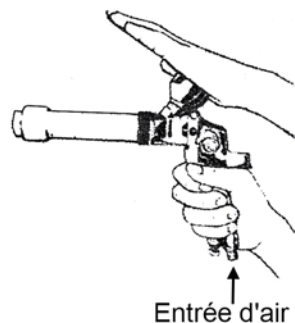

Fig. 2
1. Retirez le réservoir de poudre (A). Remettez le couvercle du réservoir et serrez-le pour garder la poudre sèche.
3. Ouvrez le régulateur de pression d'air (E) entièrement et mettez votre main sur le godet de poudre (B). Pointez le pistolet de revêtement en poudre vers la surface de travail. Appuyez sur la gâchette et soufflez la poudre du pistolet (Fig. 2).